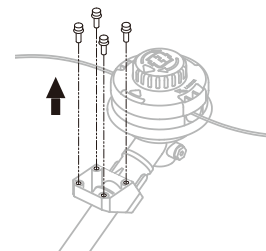
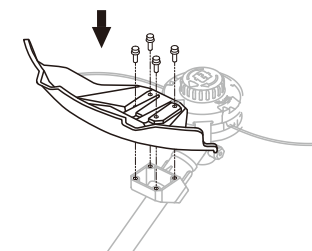

Fig. 2A
Fig. 2B
1. Desatornille y retire los cuatro tornillos y arandelas de la base del eje (Fig. 2A).
2. Levante el cabezal de corte y oriéntelo hacia arriba. Alinee los cuatro orificios de montaje de la protección con los cuatro orificios de montaje de la base del eje. Asegúrese de que la superficie interna del protector esté orientada hacia el cabezal de corte. (Fig. 2A)
3. Sujete el protector en su sitio y atornille los cuatro tornillos con las arandelas (Fig. 2B). assembly holes at the base of the shaft. Make sure that the internal surface of the guard faces toward the trimmer head. (Fig. 2A)